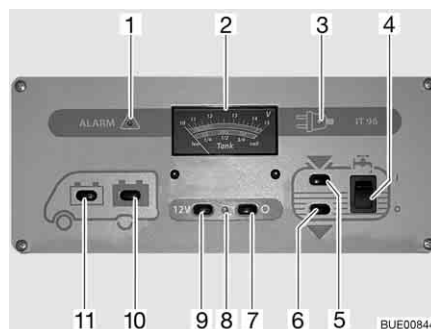

Fig. 171 Painel de controlo IT 96-2
O interruptor principal de 12 V (Fig. 171,7 e 9) liga e desliga o painel de controlo e a alimentação de 12 V do habitáculo.
Ligar: ■ Prima o interruptor (Fig. 171,9) "12 V": É ligada a alimentação de 12 V do habitáculo. A luz piloto (Fig. 171,8) acende-se com luz verde.
Desligar: ■ Prima o interruptor (Fig. 171,7) "0": É desligada a alimentação de 12 V do habitáculo. A luz piloto (Fig. 171,8) apaga-se.
No indicador V/Reservatório (Fig. 171,2) tenha em conta a escala superior. O indicador é automaticamente iluminado, logo que for premido um interruptor.
- Prima o interruptor (Fig. 171,11) : É indicada a tensão da bateria de arranque.
- Prima o interruptor (Fig. 171,10) : É indicada a tensão da bateria do habitáculo.
No indicador V/Reservatório (Fig. 171,2) tenha em conta a escala inferior. O indicador é automaticamente iluminado, logo que for premido um interruptor.
- Prima o interruptor (Fig. 171,5) "": É indicada a quantidade de água.
- Prima o interruptor (Fig. 171,6) "": É indicada a quantidade de águas residuais.
- Prima o interruptor basculante (Fig. 171,4) em cima "I": O abastecimento de água está ligado.
- Prima o interruptor basculante (Fig. 171,4) em baixo "O": O abastecimento de água está desligado.
A luz vermelha de aviso "ALARME" (Fig. 171,1) fica a piscar, logo que a tensão da bateria do habitáculo 11 V (medição durante o funcionamento) desça abaixo o nível mínimo, havendo assim ameaça de descarregamento total.
A luz piloto de 12 V (Fig. 171,8) acende-se, quando está ligado o interruptor principal de 12 V (Fig. 171,9).
A luz piloto amarela de 230 V (Fig. 171,3) acende-se, quando à entrada da central elétrica existe tensão de rede.